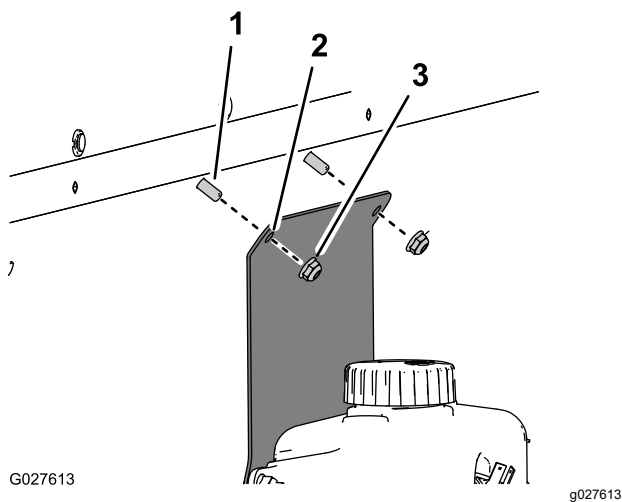

Рисунок 19
6. Установите кронштейн бачка омывателя и бачок омывателя (Рисунок 19) с помощью 2 каретных болтов (1/4 х 1-1/4 дюйма) с 2 контргайками (1/4 дюйма).